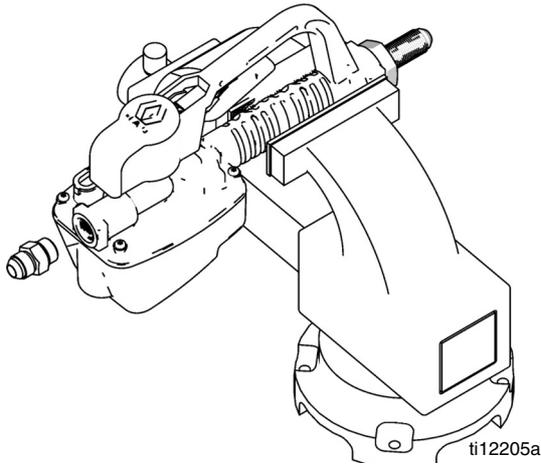

FIG. 6
6. Instale un racor (4) en la salida del contador (FIG. 6). Apriete el racor con una llave.